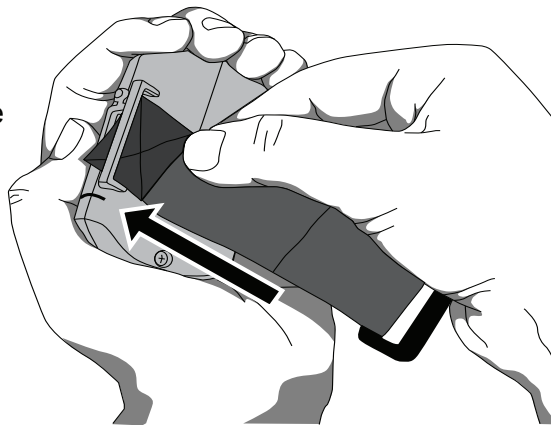

Figure 6: Insertion de la bande à anneau
4. Insérez l'attache à bout carré dans l'attache bracelet à côté du port du capteur. Insérer la bande par l'arrière de l'appareil et tirez-la vers l'avant de l'appareil (figure 6).